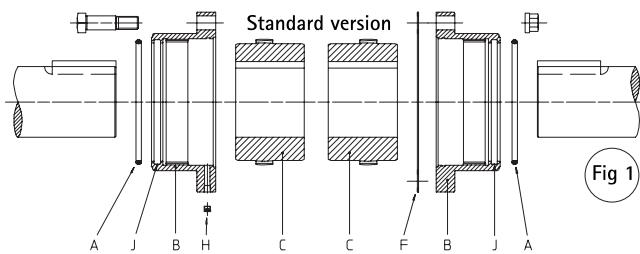

Fig 1
4.1.4 Instalar los cubos C en sus respectivos ejes con el extremo del cubo más largo hacia el extremo del eje o hacia el cojinetes de la máquina dependiendo del tipo (véanse la fig. 1 y 3). En caso necesario, para el montaje de la chaveta, calentar de manera uniforme los cubos C (max 120°C) para instalarlos con facilidad en el eje. En este caso, evitar cualquier contacto entre el cubo C y la junta tórica A. Las caras del cubo tienen que estar a ras con el extremo del eje. En caso de duda, le rogamos contacte con nosotros. Introduzca el tornillo de ajuste sobre la chaveta con Locite y apriételo adecuadamente. En caso de un ajuste a presión, consultar con ESCO para las instrucciones adecuadas.
4.1.4 Installare i mozzi C sui rispettivi alberi con l'estremità più lunga del mozzo oppure verso il cuscinetto della macchina, a seconda del tipo (vedere fig. 1 e 3). Se necessario, per il montaggio della scanalatura di chiavetta, riscaldare uniformemente i mozzi C (max 120°C) per installarli facilmente sull'albero; in questo caso, evitare qualsiasi contatto tra il mozzo C e la guarnizione circolare A. Le facce dei mozzi devono essere a livello con le estremità degli alberi. In caso di dubbi, rivolgersi alla ESCO. Introdurre la vite di riferimento sulla chiave con Locite e serrare correttamente. In caso di accoppiamento con interferenza, rivolgersi alla ESCO per ottenere le istruzioni corrette.